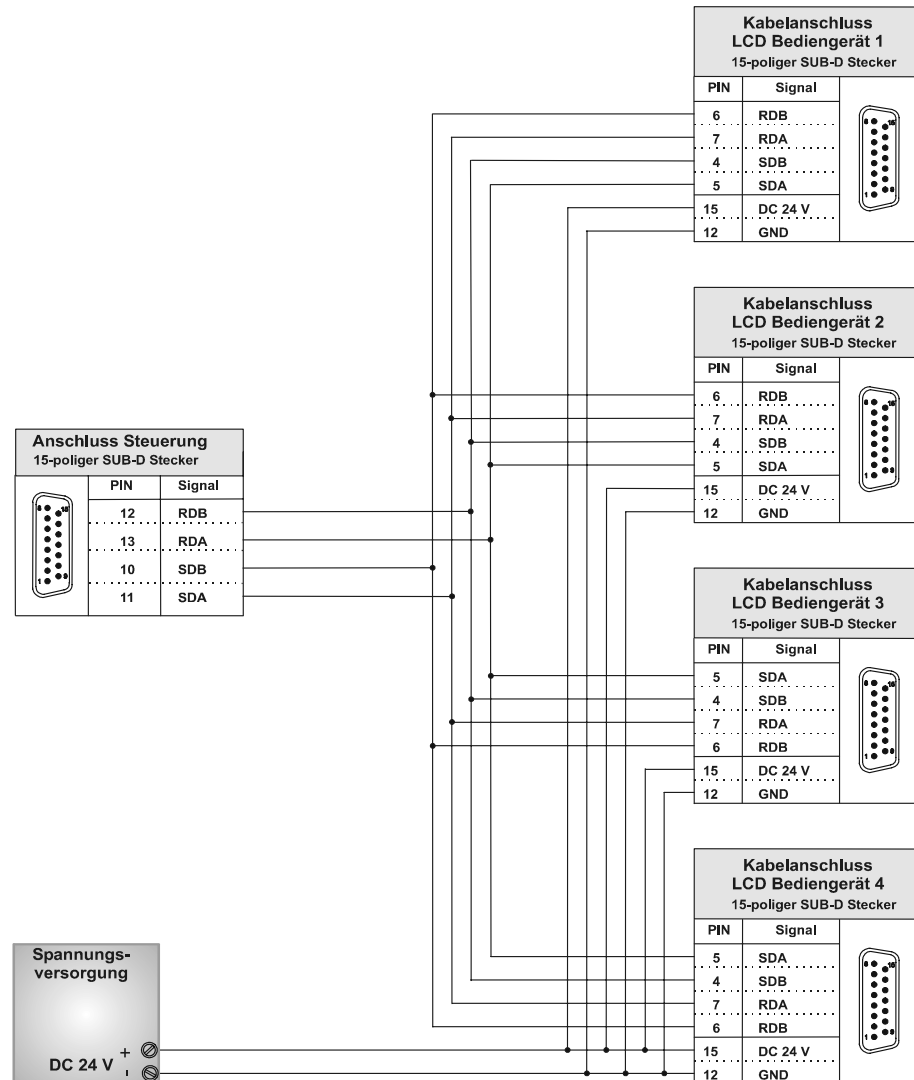

Abb. 4: PIN-Belegung Verbindungskabel für mehrere LCD-Bediengeräte
- Gegenüber dem Lieferstandard müssen Sie die Anschlusskabel nach Abb. 4, Seite 17 ändern.